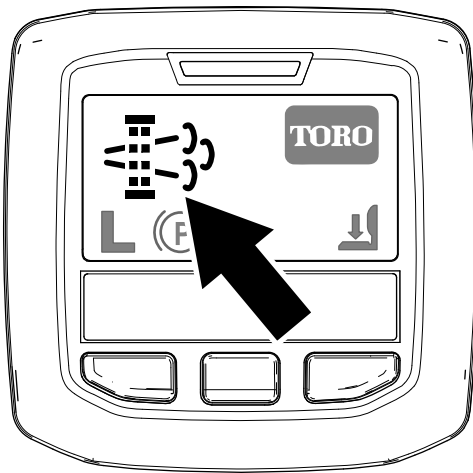

Figura 42
- El icono de regeneración con la máquina aparcada aparece en el InfoCenter (Figura 42).